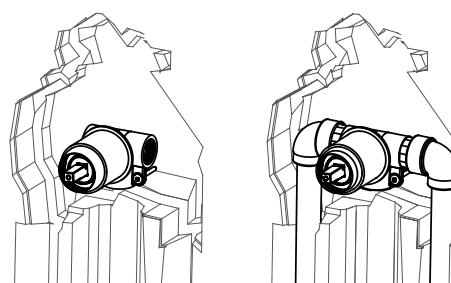

Рис. 2
- Необходимо смонтировать смеситель, подключив к нему трубы системы водоснабжения, и закрепить его к стене (рис. 2), подобрав его положение в нише таким образом, чтобы глубина установки не превышала 37-46 мм.